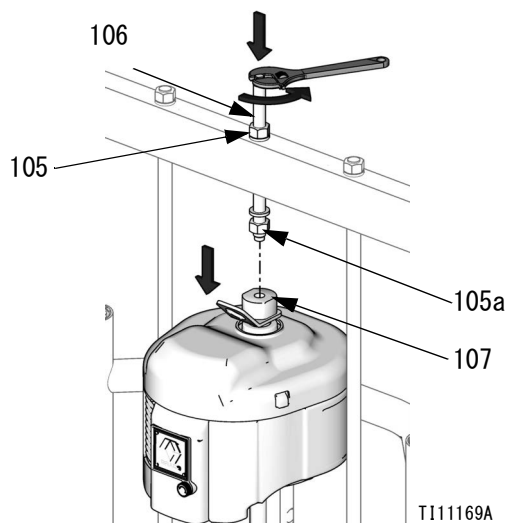

図 24 : NXT 55 ガロン プラテン付き NXT 2200-6500 の場合
- a. NXT 55 ガロン プラテン付き NXT 2200-6500 の場合 (D200 3 インチおよび D200s 6.5 インチ供給ユニット) : クロスバーの下側のナット (105a) をゆるめます。レンチを使用して吊り上げリングアダプタ (107) を所定の位置に保持し、クロスバーの上側のネジ山付きロッド (106) を別のレンチでゆるめます。図 24 を参照してください。